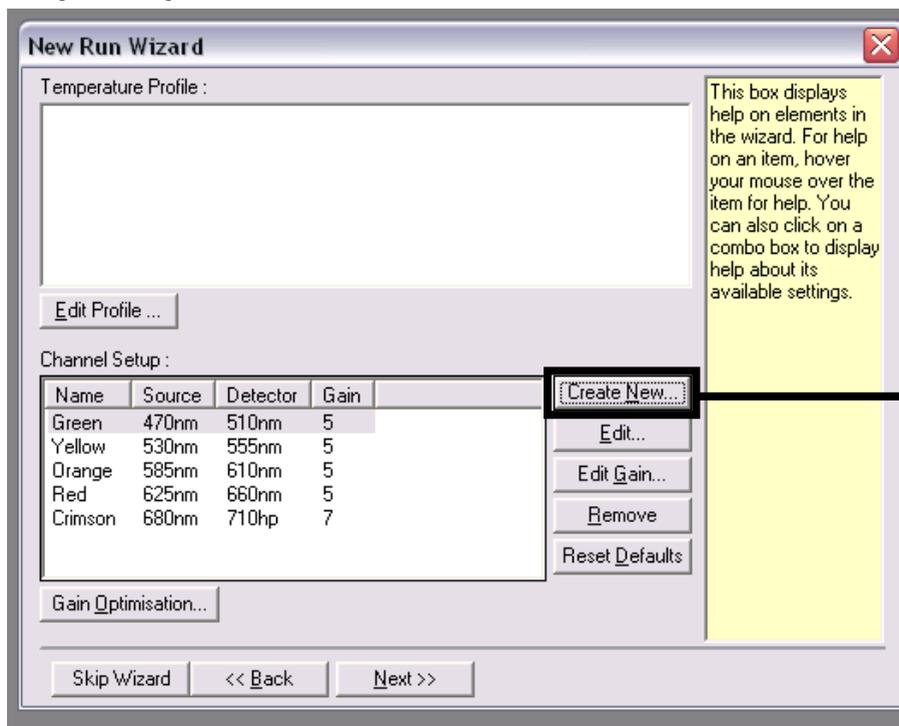
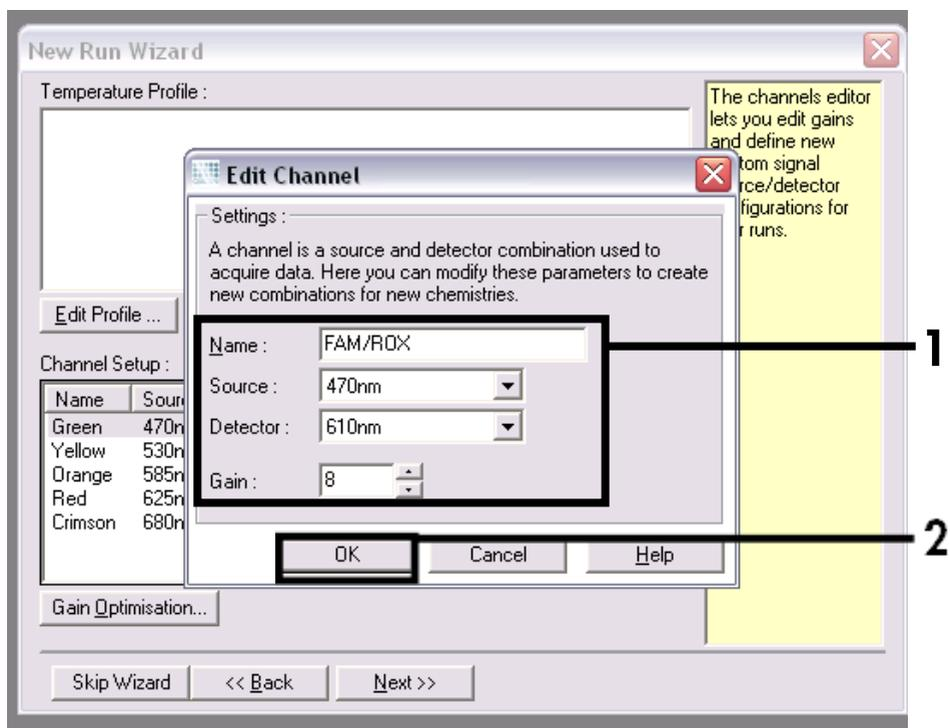
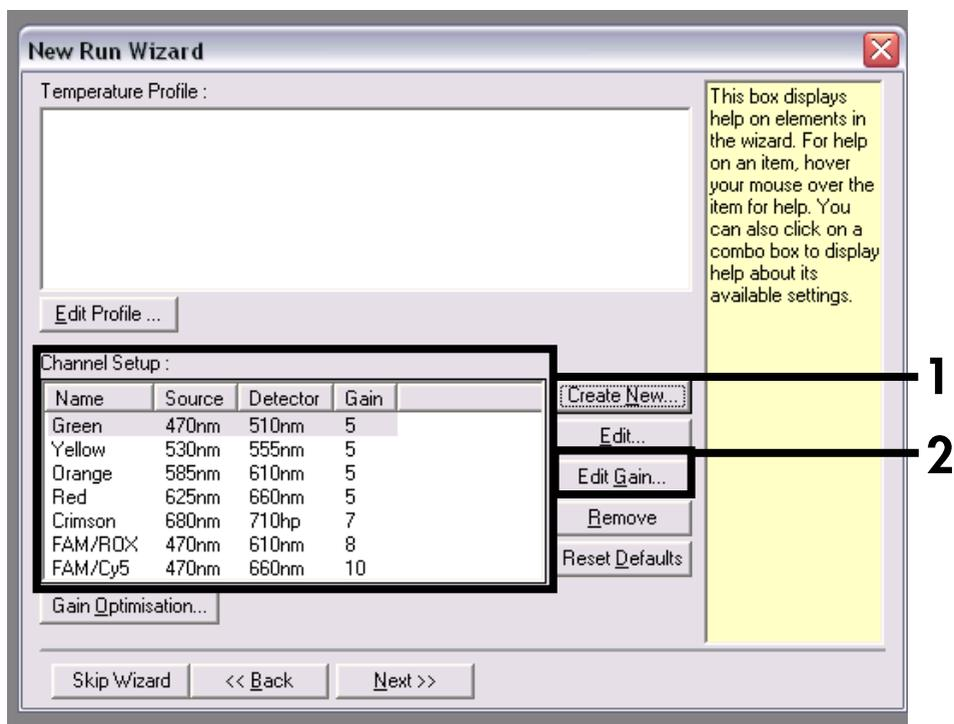

Figura 4. Creazione di nuovi canali.
Figura 5. Creazione del nuovo canale "FAM/ROX".
Figura 7. Inclusione di nuovi canali.
Creazione di nuovi canali	Figura 4 - Figura 7
9. Cliccare sul pulsante “Create New” (Crea nuovo) nella successiva finestra di dialogo “New Run Wizard” (**Figura 4**) e programmare 2 ulteriori canali, come illustrato nelle **Figura 5 - Figura 7**.